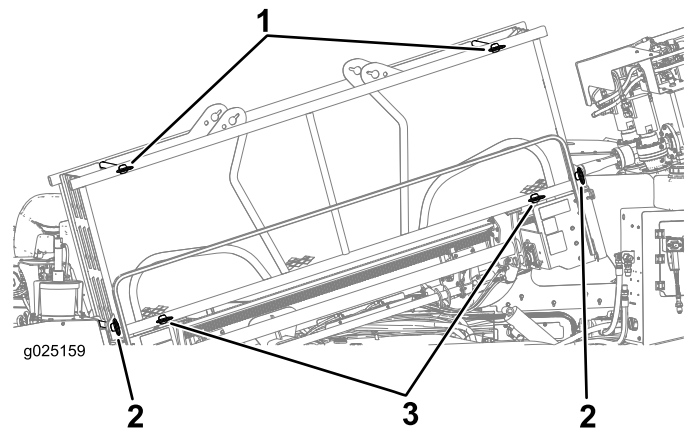

Figura 35
2. Asegúrese de que los pasadores superiores e inferiores, delanteros y traseros, del portatubos están instalados (Figura 35).